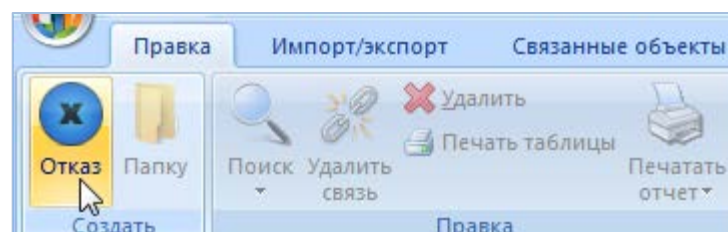

Рис. 13-289 – Вкладка «Правка»
3) Щёлкнуть клавишей мыши в рабочем окне «Отказы» для выбранного компонента, затем нажать кнопку «Отказ» панели «Создать» (рис. 13-289).